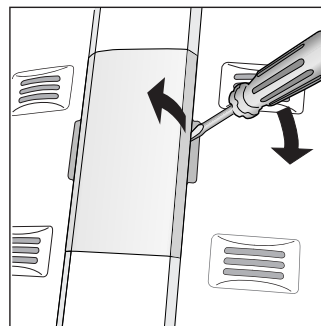

Abb. 8
- Wie tauscht man die Innenlampe aus? Bevor Sie diese austauschen, ziehen Sie den Stecker aus der Steckdose; schrauben Sie hierauf die defekte Birne heraus und ersetzen Sie diese durch eine neue, die nicht stärker als 10 Watt sein darf. (Siehe Abb. 8).